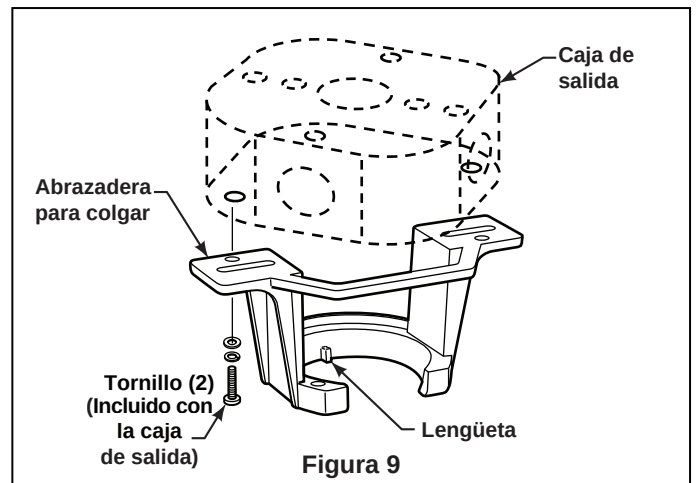

Figura 9
- ☐ 1. Fije bien la abrazadera para colgar a la caja de salida con los tornillos y las arandelas provistas con la caja de salida. (Figura. 9)